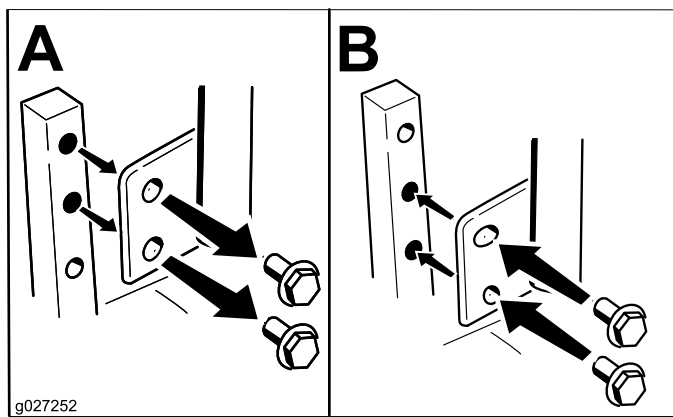

Figura 23
Le leve di controllo del movimento possono essere alzate o abbassate, per il maggiore comfort dell'operatore (Figura 23).
2. Allentate il bullone inferiore appena a sufficienza per ruotare la leva di controllo in avanti o all'indietro (Figura 23). Serrate entrambi i bulloni per fissare il controllo nella nuova posizione.